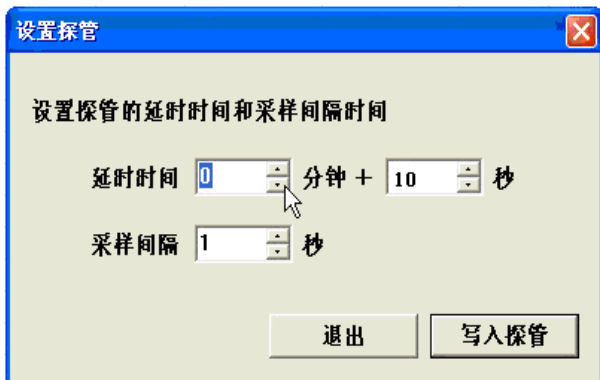

图 8
2. 按照屏幕的提示输入【延时时间】及【采样间隔】。延时时间范围为 10 秒~999 分 59 秒，采样间隔范围为 1~255 秒。单击写入探管钮，此时探管即按照其设置的工作状态开始工作。屏幕显示如图 8 所示。